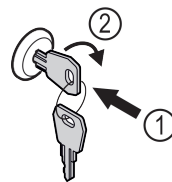

Fig. 178
- ▶ Sleutel erin duwen. Fig. 178 (1)
- ▶ Sleutel 90° rechtsom draaien. Fig. 178 (2)